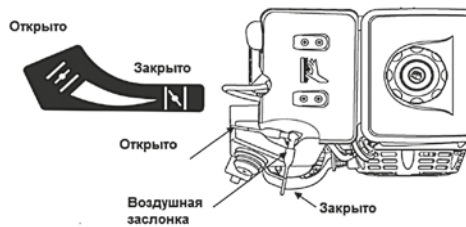

Рис. 7 Положение воздушной заслонки
2. При запуске холодного двигателя откройте воздушную заслонку, как показано на Рис. 7. При запуске теплого двигателя заслонку закрывать не надо.